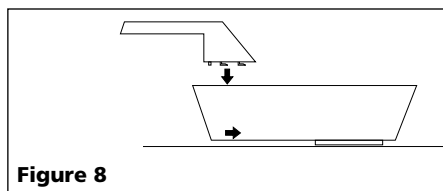

Figure 8
4. Pour fixer le manche, placer le masque à main sur une surface nivelée et appuyer sur le manche jusqu'à ce qu'il soit en place. (Voir Figure 8). *Pas nécessaire pour les modèles WS0900 ou WS090001.